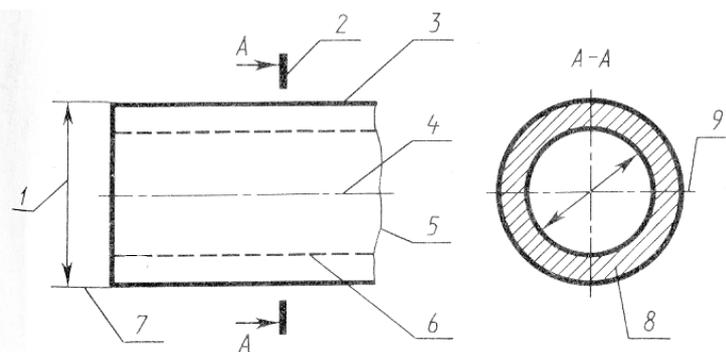

Рисунок 5 – Упражнение к листу I - 1
4. Подберите наименование линии, отмеченных цифрами на чертеже, и их назначение по рис.5. Ответ запишите в рабочей тетради по типу табл. 4 в виде кода из двух букв (например, БЗ, где Б — сплошная топкая линия, З — размерная выносная, штриховка, толщина этой линии $S/3$). Укажите толщину линии (S , $S/2$ или $S/3$).